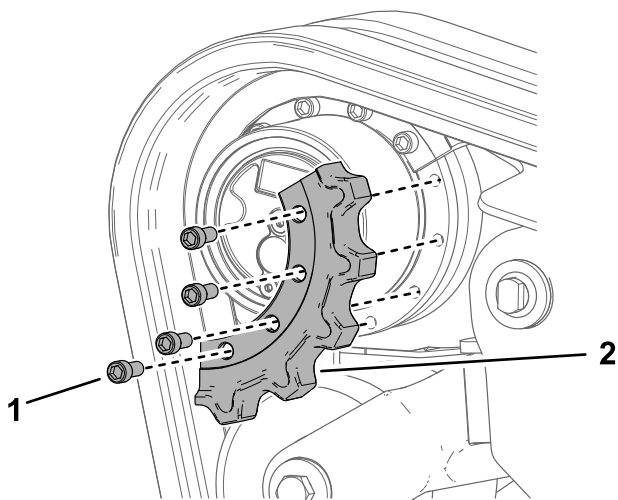

Figure 75
- Déposez le segment du pignon (Figure 75).
- Appliquez du frein-filet sur les boulons du segment du pignon d'entraînement que vous avez déposé et posez le segment (Figure 75). Serrez les boulons à un couple de 247 à 301 N·m (182 à 222 pi-lb).